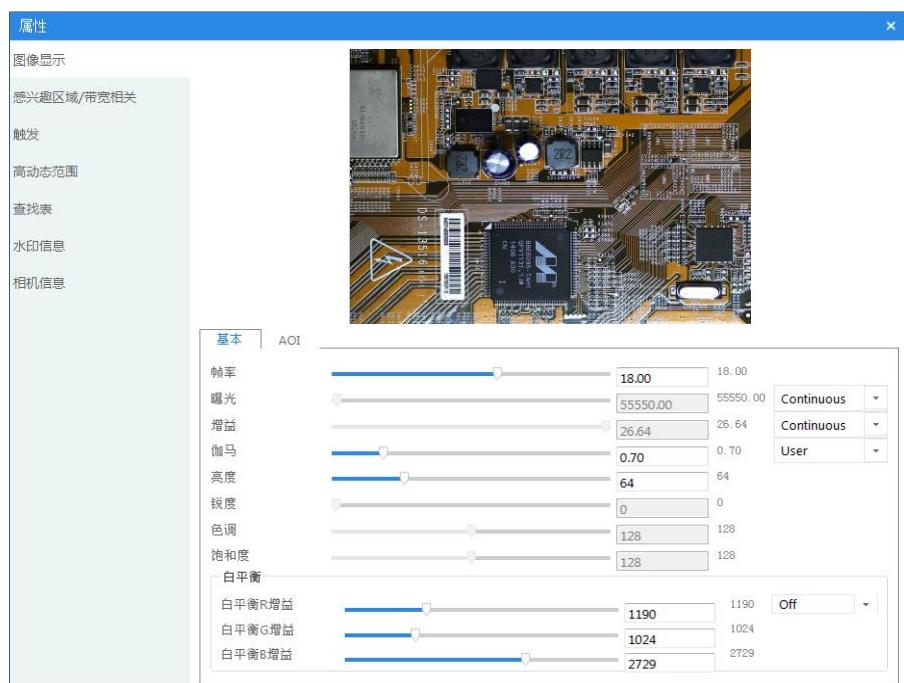

图3-5 展开设备属性
2. 在设备列表区选中设备后，在菜单栏依次点开设置—>属性，即可打开设备的中文属性窗口，也可以对相机进行相应的配置操作，如图 3-5 所示。